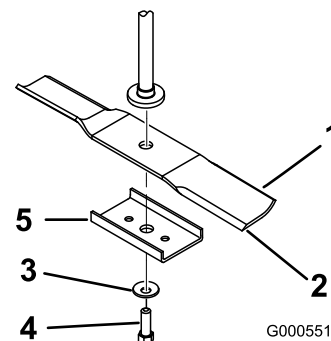

Figure 40
Tenez la lame à son extrémité avec un chiffon ou un gant épais. Enlevez de l'axe, le boulon, la rondelle bombée, le renfort et la lame (Figure 40).
1. Placez la lame sur l'axe (Figure 40).
2. Montez le renfort, la rondelle bombée (face concave vers la lame) et le boulon de lame (Figure 40).